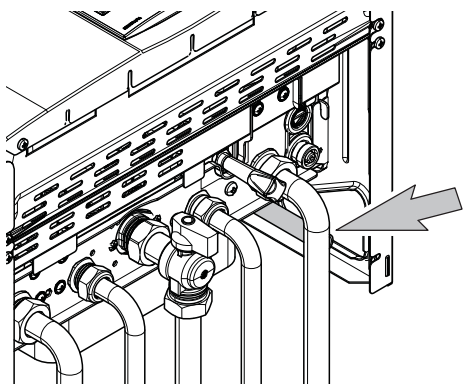

Рисунок 5.4
- Подсоедините слив предохранительного клапана к сливной воронке, Рисунок 5.4.